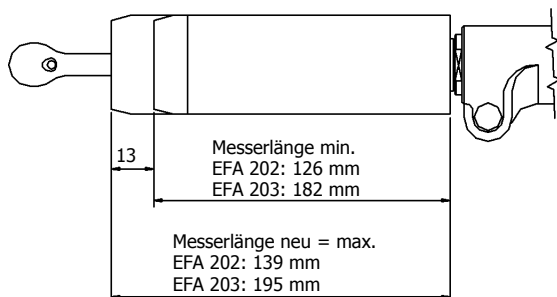

Abbildung 4: Messerlängen
- Nachschärfen siehe Abb. 4. Die Mindestmesserlänge bei EFA 202 ist 126 mm, bei EFA 203 ist 182 mm. Die max. Nachschärf-Länge ist 13 mm!